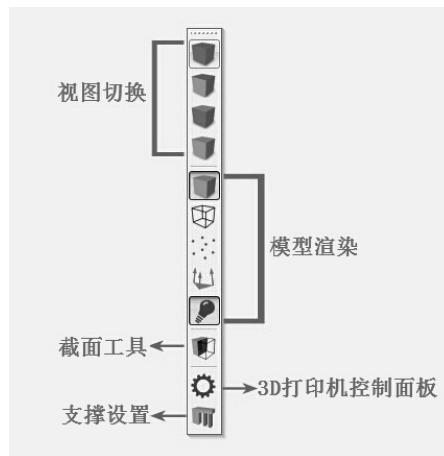

图 4-71 工具栏
- 4) 工具栏：包含快速访问常用工具按钮，主要有视图切换、模型渲染、截面工具、3D 打印机控制面板和支撑设置功能，如图 4-71 所示。
- ① 视图切换：4 个按钮能够实现模型由默认视图到俯视图、正面视图或侧面视图的快速切换。
- ② 模型渲染：这些工具控制着模型视图的属性，可以实现模型向线框或点云模型的转变，也可以启用或禁用照明和固体模型的渲染模式，甚至可以显示模型的表面法线。
- ③ 截面工具：该工具可以从任一个 X、Y、Z 面剖切模型，便于对模型内部结构的预览。